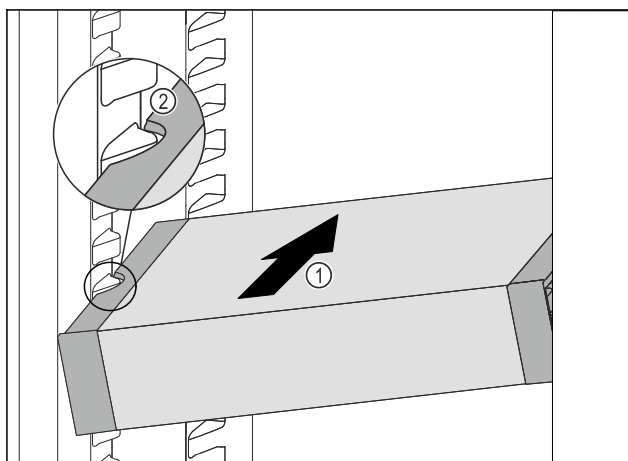

Fig. 93
- ▶ VarioSafe skjuts in snett i kyldelen Fig. 93 (1), tills sidofördjupningarna Fig. 93 (2) hos VarioSafe är i samma nivå som behållarlisterna i kyldelen.